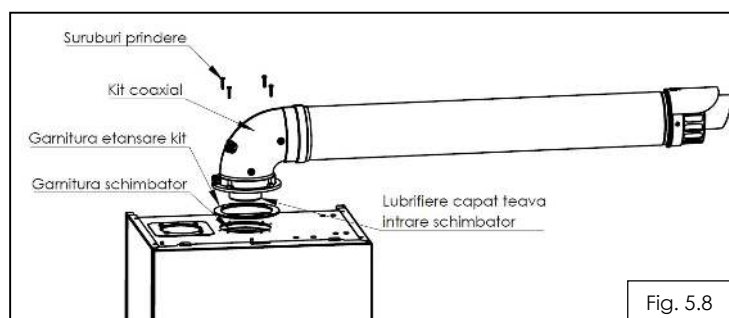

Fig. 5.8
Pentru instalarea facila a kitului este necesar lubrifierea capatului cotului (4) la partea de intrare in centrala, utilizati numai apa sau sapun comercial comercial standard. Lubrifierea este necesara pentru a nu deplasa garnitura de evacuare de pe schimbatorul principal de caldura (fig. 5.8). Nu utilizati niciodata lubrifiant pe baza uleiuri minerale, pot deteriora garniturile de etansare.